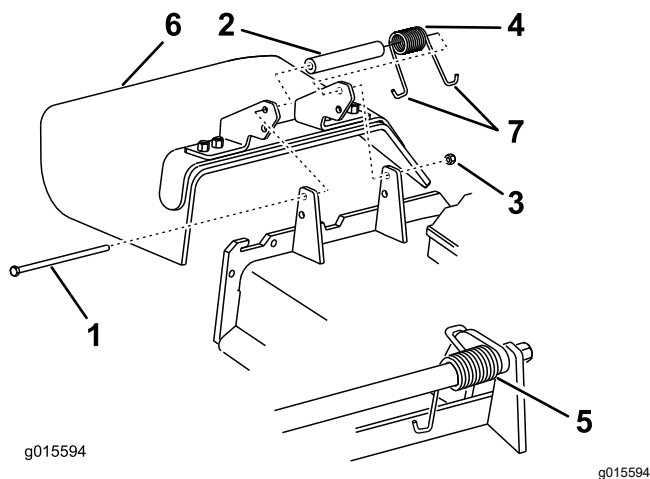

Bild 86
1. Entfernen Sie die Sicherungsmutter, Schraube, Feder und das Distanzstück, mit denen das Ablenkblech an den Schwenkhalterungen befestigt ist (Bild 86).
2. Entfernen Sie defekte oder abgenutzte Ablenkbleche (Bild 86).
- Hinweis:** Achten Sie darauf, dass ein J-förmiges Federende hinter der Mähwerkseite befestigt ist, bevor Sie die Schraube einsetzen, wie in Bild 86 abgebildet.
- Führen Sie das J-förmige Hakenende der Feder um das Ablenkblech (Bild 86).